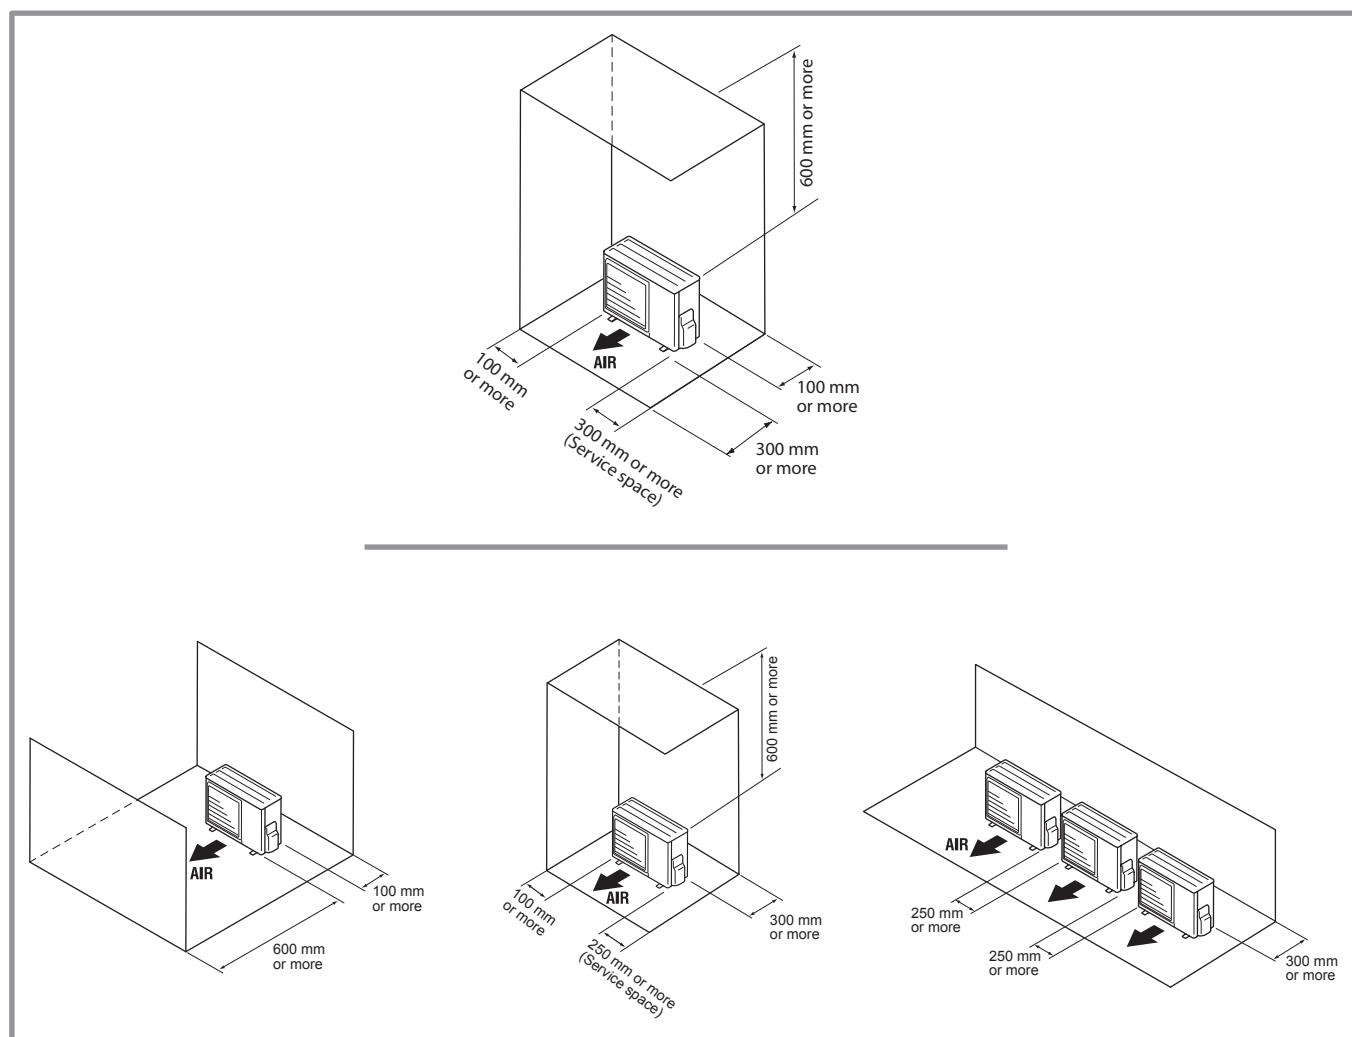

figure 11 - Dégagements minimum d'installation autour de l'unité extérieure (tous modèles)
- ☞ **L'unité extérieure doit exclusivement être installée à l'extérieur (dehors). Si un abri est requis, il doit comporter de larges ouvertures sur les 4 faces et respecter les dégagements d'installation (figure 11).**
- L'appareil doit être parfaitement accessible pour les travaux d'installation et de maintenance ultérieurs (figure 11).
- Aucun obstacle ne doit entraver la circulation de l'air à travers l'évaporateur et en sortie du ventilateur (figure 11).